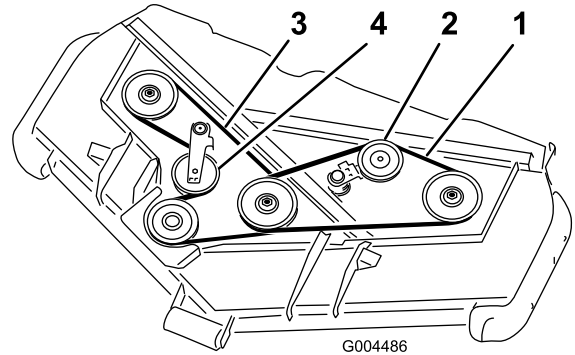

図 57
3. バールなどの工具を使って上ベルト用アイドラ・プーリ（図 57）をベルトから引き離してベルトの張りをなくす。
4. バールなどの工具を使って下ベルト用アイドラ・プーリ（図 57）をベルトから引き離してベルトの張りをなくす。
5. 図 57のように、ギア・ボックス・プーリ、下ベルト用スピンドル・プーリ、アイドラ・プーリに新しいベルトを回しかける。
6. 図 57のように、上ベルト用スピンドル・プーリとアイドラ・プーリ・アセンブリに新しいベルトを回しかける。